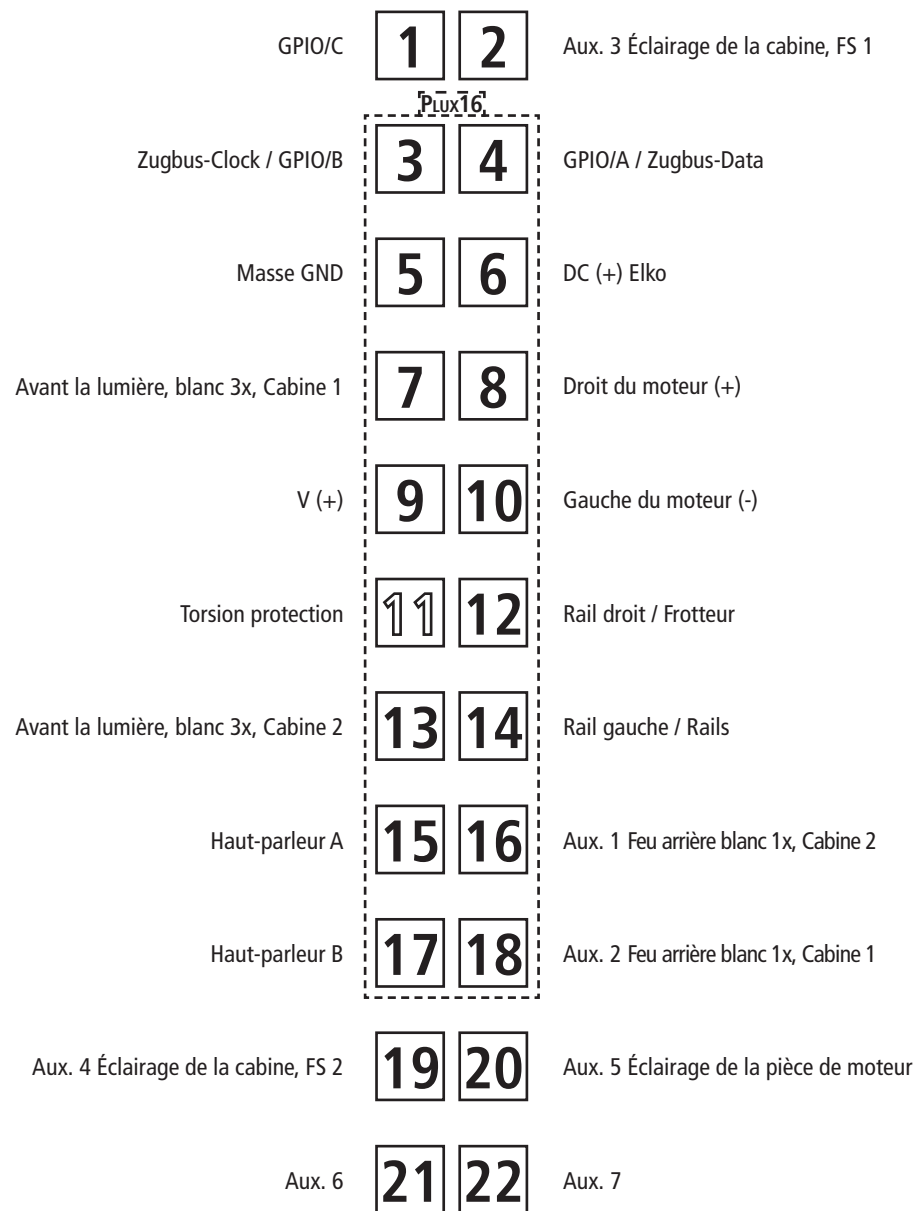
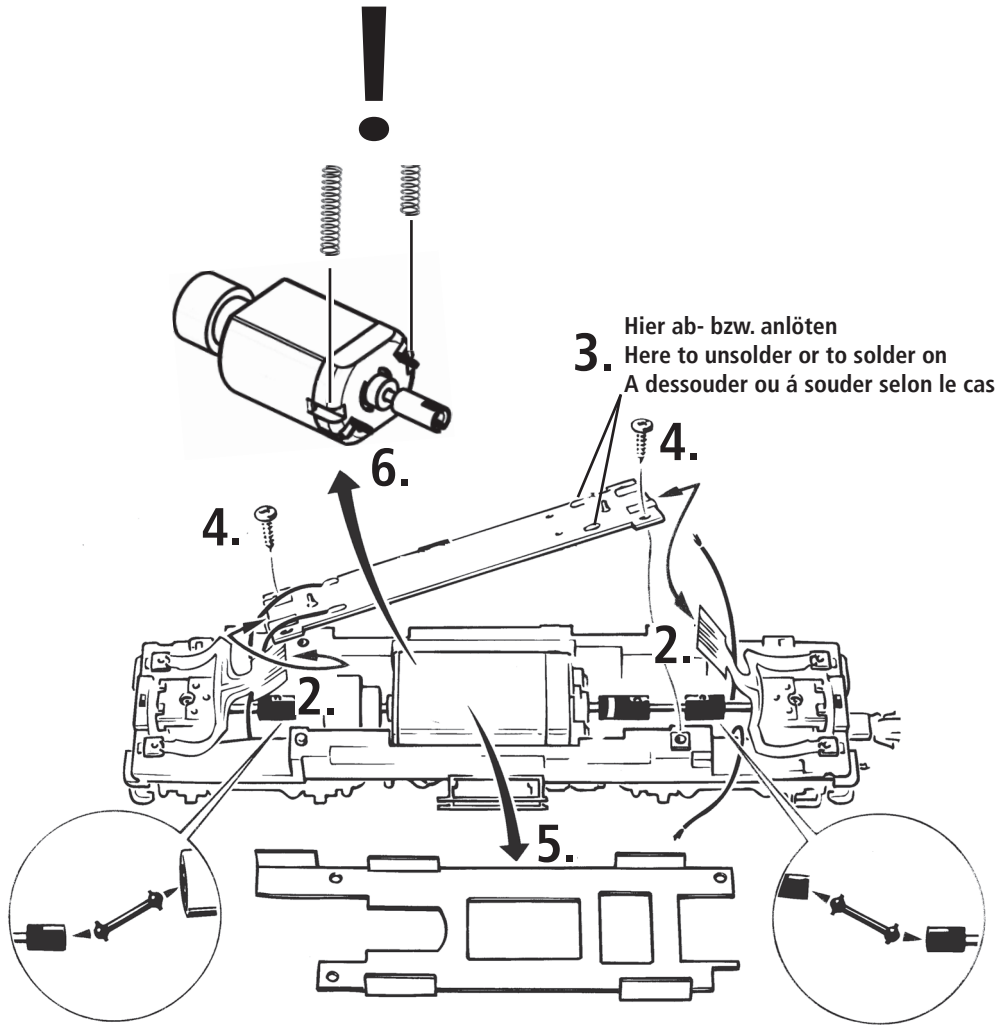
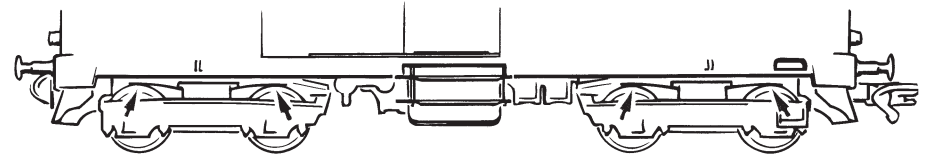

Fig. 6
Fig. 7
Fig. 5
2. Schmierung: Versehen Sie die im Schmierplan in Fig. 7 gekennzeichneten Stellen mit nur **kleinen Öltropfen**. Dazu zuerst das Lokgehäuse abnehmen (Fig. 5). Wir empfehlen den **ROCO Öler Art.-Nr. 10906**. Fürs Schmieren der Getriebeteile (Zahnräder, Schnecke) empfehlen wir das **ROCO-Spezialfett Art.-Nr. 10905**. Im Falle der Schmierung diese Teile **nicht ölen**.
4. Motorwechsel: Lokgehäuse abnehmen (Fig. 5). Danach wird der Motor ausgebaut und ausgetauscht (Fig. 6).
2. Lubrication: Apply **tiny oil drops** to spots marked in fig. 7. Prior to lubrication dismantle locomotive (fig. 5). We recommend using item no. **10906, Roco oiler**. For lubrication the gearparts (e.g. cogwheels, worm) we would recommend our Roco **special grease** (item no. **10905**).
4. Motor Changing: First remove loco body (fig. 5), and then the motor (fig. 6).
1. Nettoyage des lames de courant aux roues: Les lames de contacts risquent de s'encrasser rapidement sur des voies poussiéreuses. Veuillez **enlever la poussière** aux endroits marqués à la fig. 6 à l'aide d'un petit pinceau souple.
2. Graissage: N'appliquez **qu'une toute petite goutte** aux endroits indiqués par le plan de graissage (fig. 7) après avoir démonté la caisse de la locomotive (fig. 5). Nous vous recommandons le **graisseur à huile Roco réf. 10906**. Pour graisser les engrenages (roues dentées, vis sans fin) nous vous conseillons la **graisse spéciale Roco réf. 10905** pour engrenages en matières synthétiques. Lorsque vous utilisez cette graisse il faut éviter d'huiler ces composants.
4. Remplacement du moteur: Démontez la caisse (voir fig. 5). Démontez ensuite le moteur (fig. 6).
voir } Fig.5
siehe } Fig.5